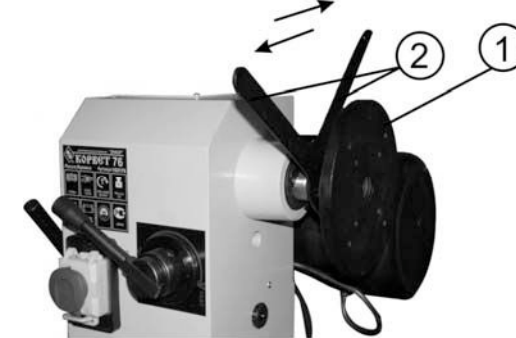

Рис. 8
8.5. Установка планшайбы (Рис. 8, 9)